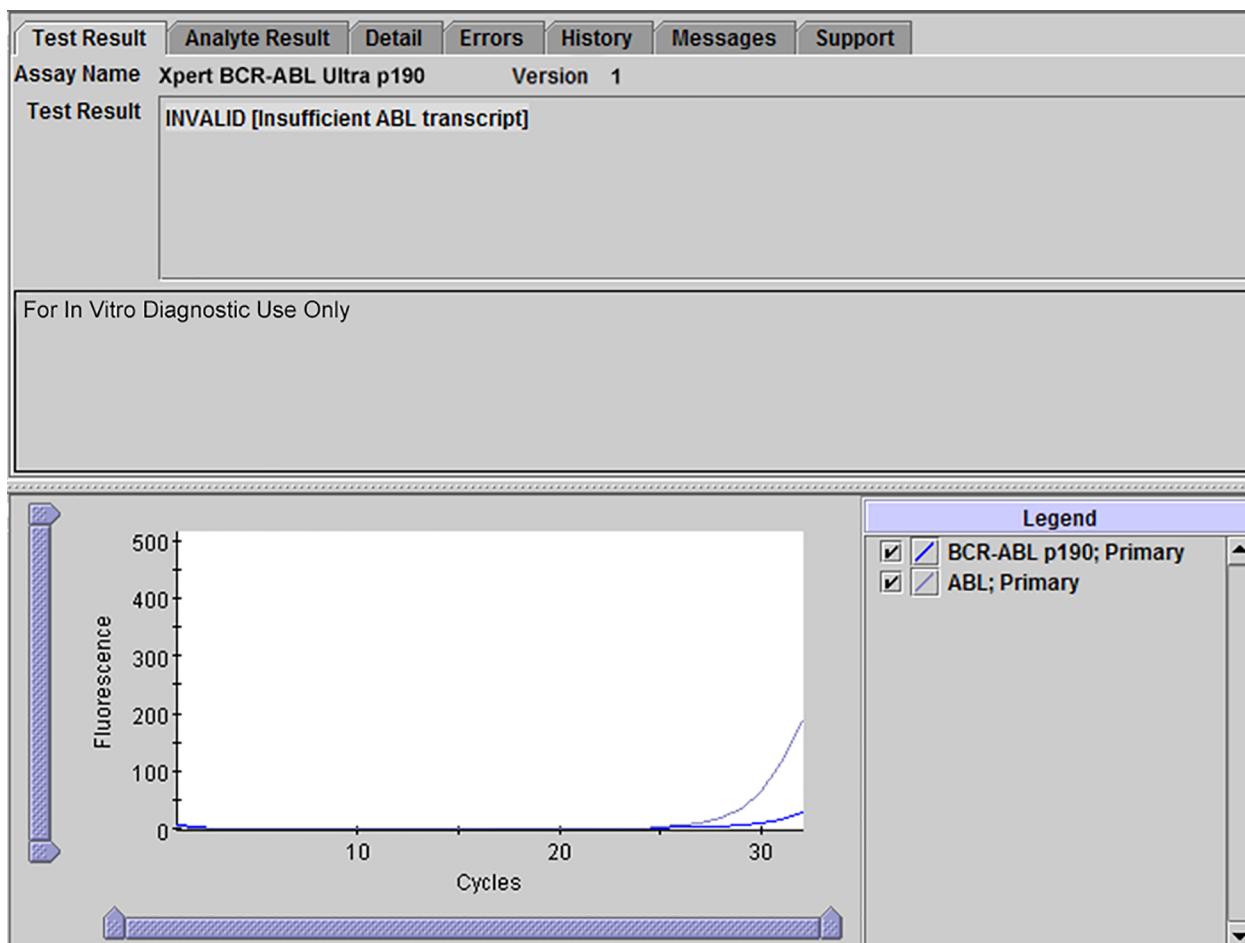

Figure 7. Fenêtre Afficher les résultats (View Results) du GeneXpert Dx NON VALIDE [Transcrit ABL insuffisant] (INVALID [Insufficient ABL transcript])
NON VALIDE [Transcrit ABL insuffisant] (INVALID [Insufficient ABL transcript])	Le Ct ABL est supérieur au seuil d'acceptation. Voir Figure 7.
**Résultat :** **NON VALIDE [Transcrit ABL insuffisant] (INVALID [Insufficient ABL transcript]).** Voir Figure 7.